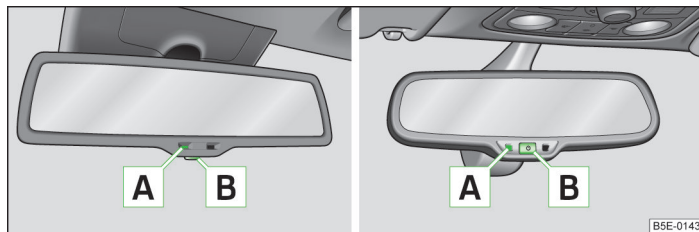

Fig. 44 Oglinda cu efect heliomat automat
- Apăsăți tasta , lampa de control se aprinde (oglindea este activată) » fig. 44.